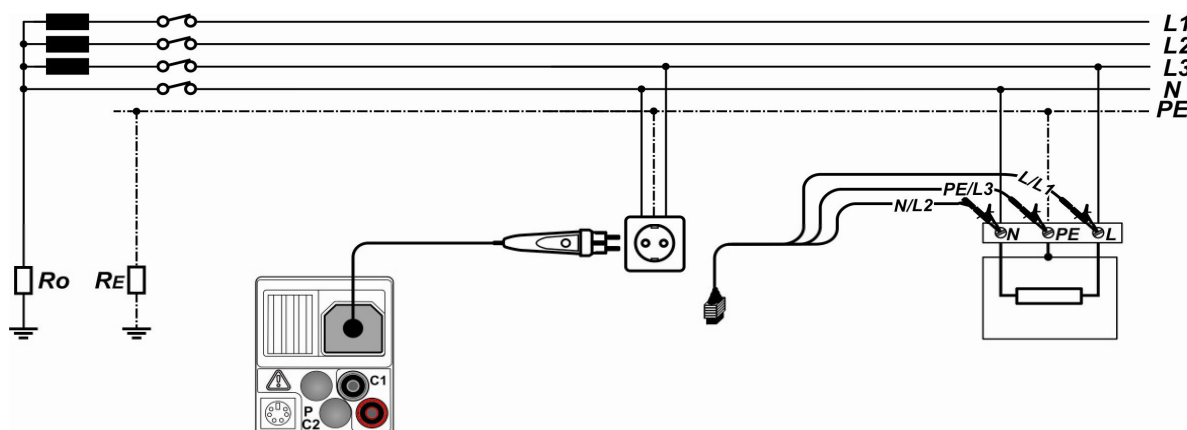

Abbildung 5.24: Anschluss des optionalen Commander-Prüfsteckers (044149)
- ❑ Kontaktieren Sie die Prüfleitungen an das Prüfobjekt (siehe Abbildung 5.24).